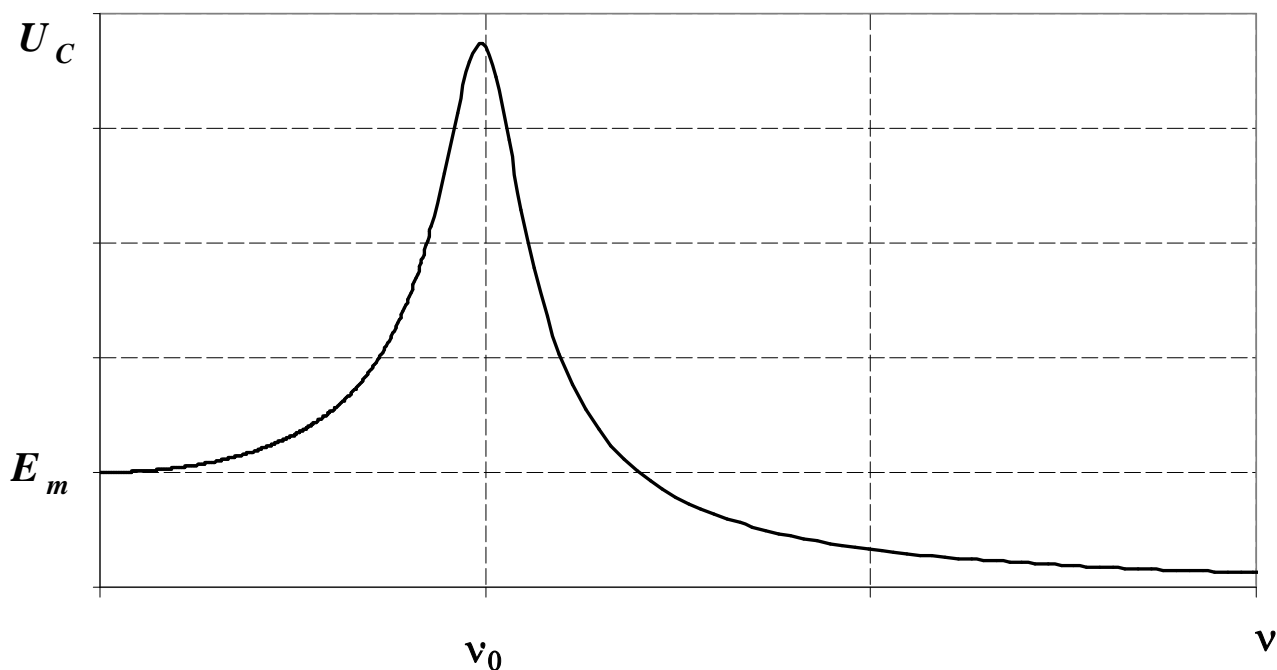

Рис. 2 Резонансная кривая
Из формулы (8) видно, что амплитуда напряжения на конденсаторе U_{Cm} зависит от соотношения частот: частоты собственных колебаний ν_0 , частоты колебаний вынуждающей ЭДС ν . График функции U_{Cm} показан на Рис. 2.